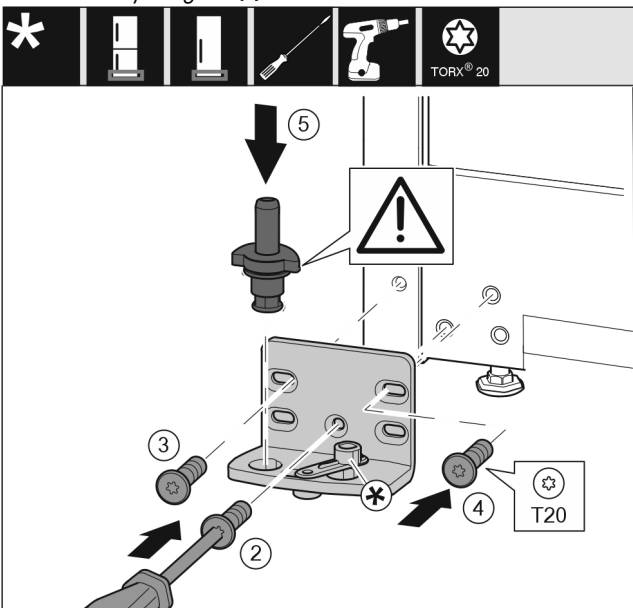

Fig. 14
- ▶ Ložiskovú konzolu nasadíte na druhú stranu a priskrutkujete ju pomocou skrutkovača T20. Začnete skrutkou 2 dole v strede. Fig. 14 (2)
- ▶ Pevne zaskrutkujete skrutku 3 a 4. Fig. 14 (3,4)
- ▶ Ložiskový čap úplne nasadíte. Dbajte pritom na to, aby zaistovací doraz ukazoval smerom dozadu. Fig. 14 (5)